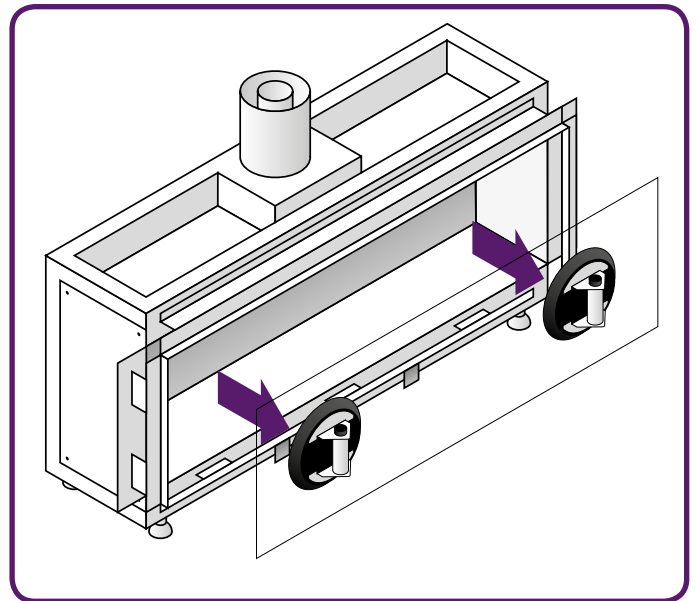

Abbildung 10.6 - Herausnehmen der Frontscheibe
- Heben Sie das Glas leicht an und neigen Sie es etwas, um es aus der Öffnung zu ziehen (siehe **Abbildung 10.6**).